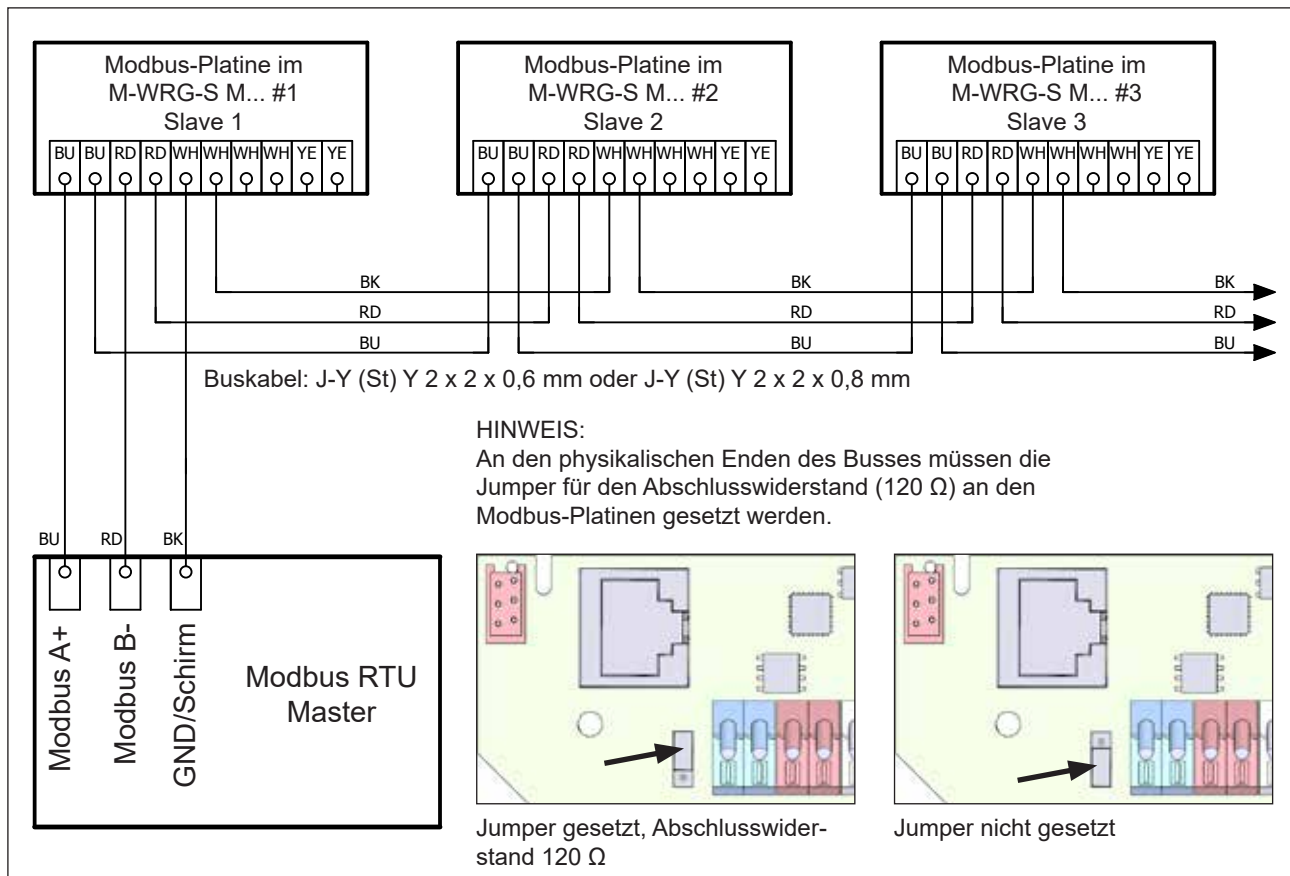

Abb. 21: Anschlussschema Modbus
- ▶ Führen Sie die Verdrahtung, wie in Abb. 21 auf Seite 36 gezeigt, durch.